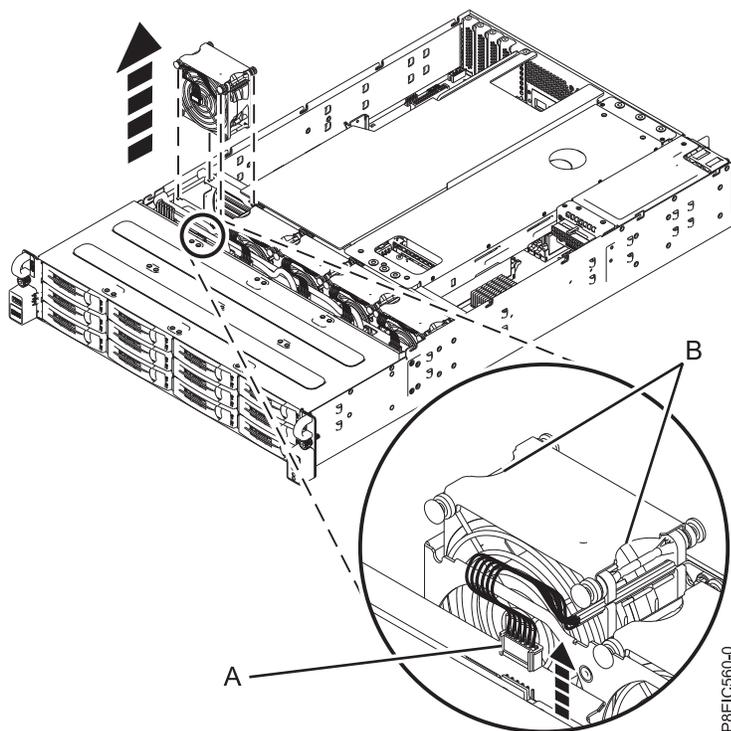

Figura 37. Desconexión del cable del ventilador y extracción del ventilador
2. Para desconectar el cable del ventilador, sujete el conector (A) y tire con cuidado del conector hacia arriba de la placa posterior de la unidad de disco, tal como se muestra en Figura 37. No tire de los cables.
3. Sujete el ventilador en (B) y levántelo respecto al sistema, tal como se muestra en Figura 37.